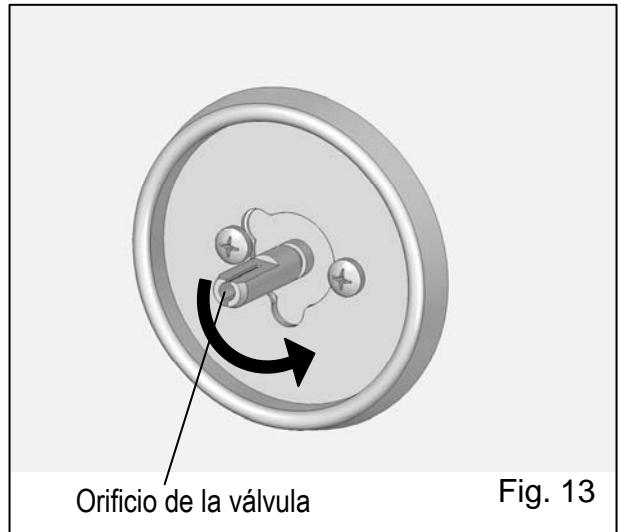

Fig. 13
1. Jale todas las perillas para retirarlas de los vástagos de las válvulas. Ajuste el tornillo del orificio de la válvula con el destornillador de cabeza plana (C). Tornillos de dos vueltas completas ( $720^{\circ}$ ) hacia la izquierda.(Fig. 13)